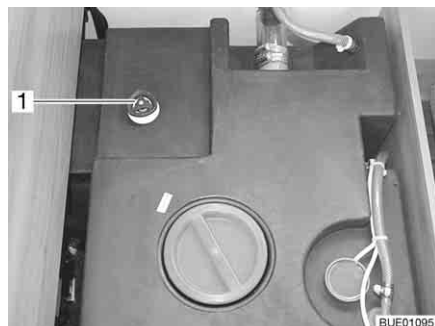

Fig. 180 Serbatoio dell'acqua con maniglia girevole
- Sul serbatoio dell'acqua ruotare la maniglia girevole (Fig. 180,1) in senso antiorario, oltre la resistenza verso l'esterno fino all'arresto, per aprire completamente l'apertura di scarico.